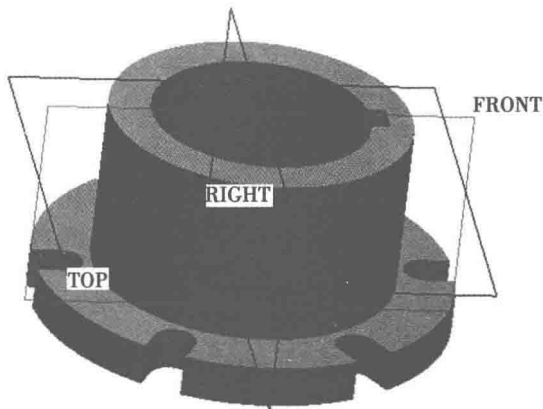

图 1-18 DTM1 选取平面作为参照
- ②选取 FRONT 基准平面为参照 1，如图 1-18 所示；
- ③选取 TOP 基准平面为参照 2；
- ④单击“保存的视图”按钮，在名称文本框中输入“001”，单击“保存”按钮；